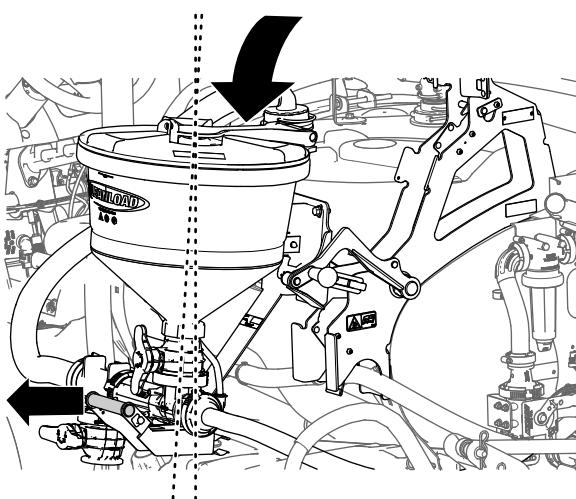

Рисунок 35
4. Полностью опустите эдуктор, удерживая рукоятку эдуктора направленной немножко наружу (Рисунок 35).
- Поднимите эдуктор, удерживая рукоятку эдуктора направленной немножко наружу (Рисунок 35).